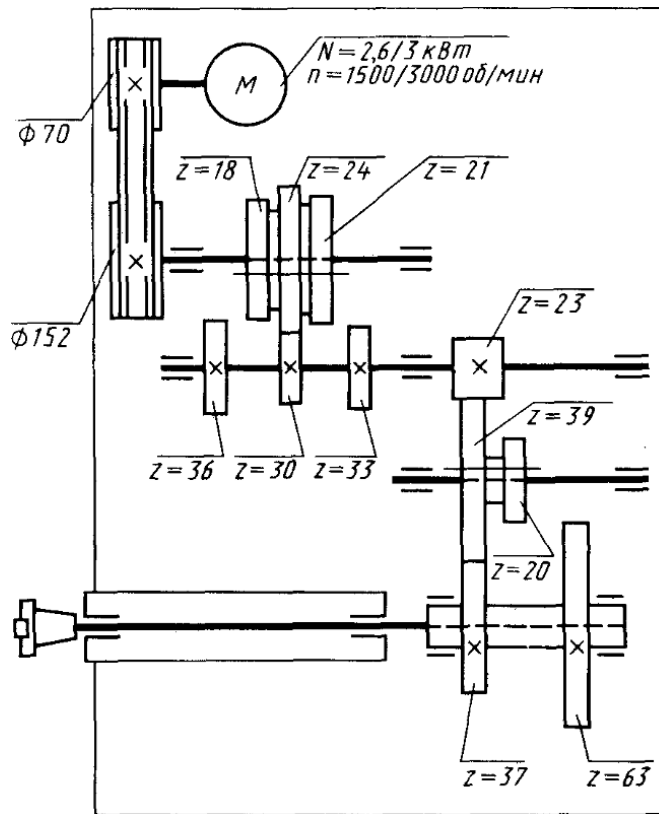

Рис. 8
14. Напишите уравнение кинематического баланса для минимальной частоты вращения шпинделя (рисунок 8)